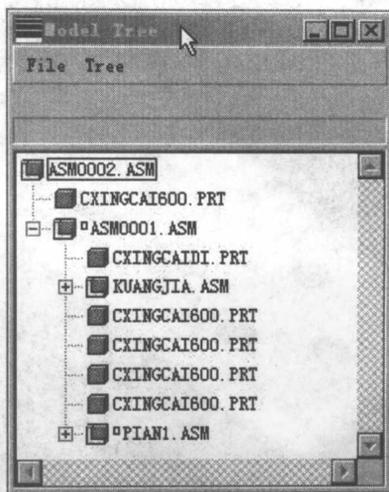

图 2-5
2. 在工作界面主窗口中弹出模型特征树窗口, 如图 2-5 所示。它反映了零件特征的创建顺序。在工作时, 单击位于主菜单中的模型树开关图标 , 将模型特征树窗口关闭。需要查看模型树中的特征时, 复选该图标即可。